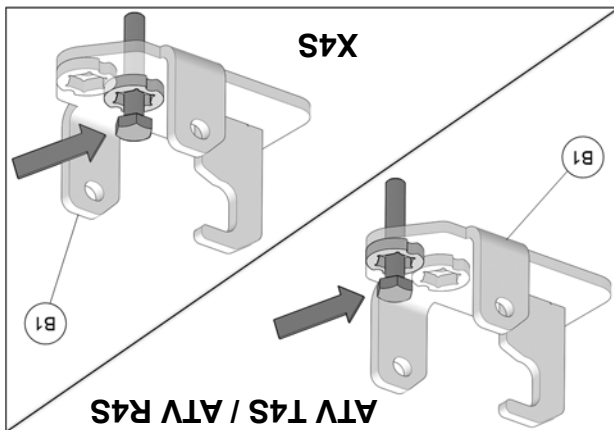

Fig. 4
4. Insérer le boulon dans l'ancrage de suspension arrière (B1), comme montré à la Fig. 4